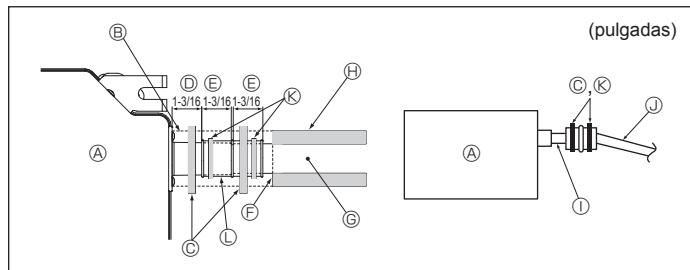

Fig. 6-2
- ⑧ TUBO DE PVC CON DIÁM. EXT. Ø32 mm (1-1/4 pulgadas)
- ⑨ Hágalo lo más ancho posible
- ⑩ Unidad interior
- ⑪ Haga una medida ancha para la tubería con el objetivo de agrupar las tuberías.
- ⑫ Pendiente de descenso (1/100 o más)
- ⑬ TUBO DE PVC CON DIÁM. EXT. Ø38 mm (1-1/2 pulgadas) para agrupación de tuberías. (Aislamiento de 9 mm (11/32 pulgada) o más)
- ⑭ Hasta 850 mm (33 pulgadas)
1. Conecte el tubo de desagüe (suministrado con la unidad) al orificio de desagüe. (Fig. 6-2)